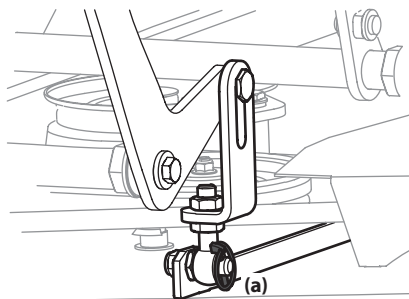

Figure 4-16
2. Après avoir installé la roue, serrez les quatre écrous (a) à un couple de 65 à 70 pi-lb. Voir Figure 4-16.
- Retirez les quatre goupilles clips (a) qui retiennent le plateau de coupe à l'ensemble de relevage du plateau. Voir Figure 4-16.